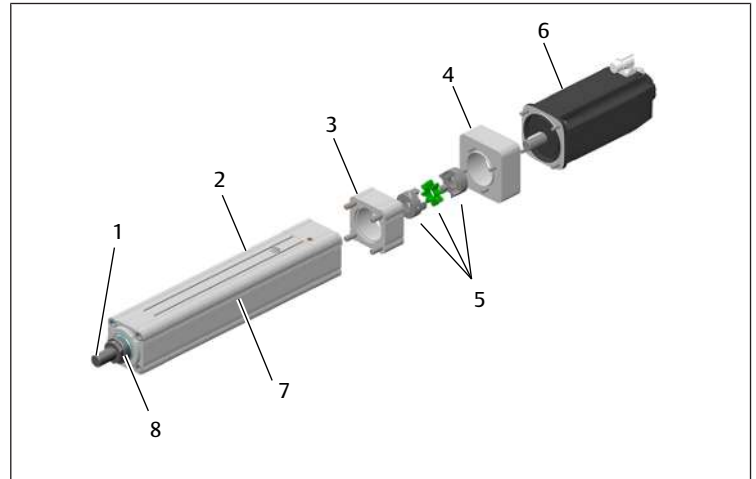

Abb. 5: Überblick (Baugröße 100 mm)
- Für Baugröße 100 mm. Siehe → Abb. 5.